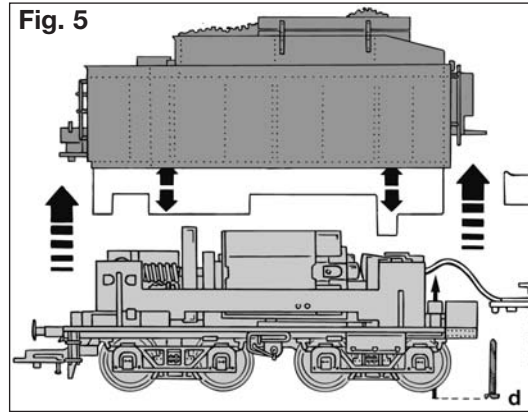
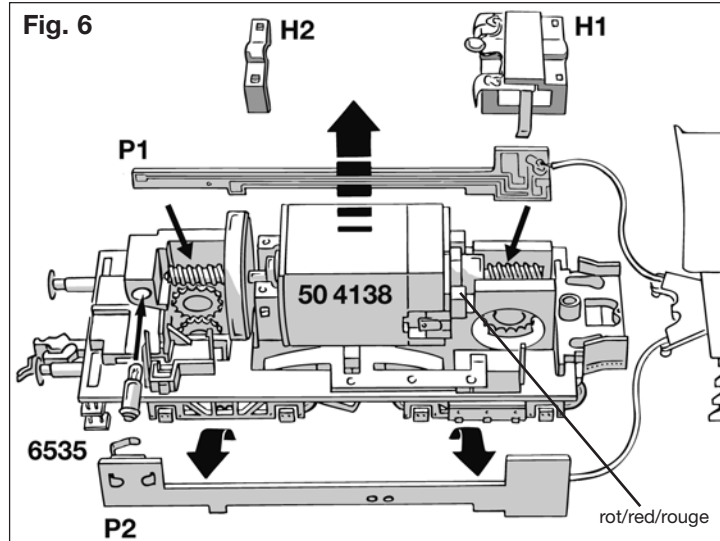

Fig. 5
Fig. 6
**Tender:** Ein Öffnen des Tenders ist nur zum Lampenwechsel, zum Ölen des Getriebes und zum Austausch des Motors erforderlich (Fig. 5/6).
Lampenwechsel im Tender: Schraube **d** lösen, Gehäuse seitlich aufpreizen und nach oben abheben. Beschwerung entfernen (Fig. 5). Kontaktplatte **P2** aus Halterung nehmen. Glühlampe aus der Aufnahme im Fahrgestell nehmen. Ersatzlampe einsetzen. Kontaktplatte **P2** wieder einsetzen und auf sichere Kontaktgabe achten (Fig. 6).
**Motorwechsel:** Kontaktplatten **P1** und **P2** aus Halterungen **H1** und **H2** lösen und nach oben abheben. Motor aus Lagerung nehmen. Ersatzmotor einsetzen. Der Einbau erfolgt in umgekehrter Reihenfolge. Auf richtige Einbaulage des Motors achten. Die rote Motormarkierung muss in Fahrtrichtung **rechts** liegen. Bei Halteklammer **H1** auf sicheren Kontakt zwischen Platine und Motor achten (Fig. 6).
**Changing bulbs (tender):** Opening the tender is only necessary to change bulbs, oil the gear train and to change the motor. Undo screw **d**, spread out of its housing at its side and lift from the tender body (Fig. 5). Remove the weight from the tender body. Take the contact plate **P2** out of its retainers and extract the bulb from its bearing in the loco chassis (Fig. 6). Insert spare bulb. While reinstalling the contact plate **P2** take care of the contacts! **Spare bulb: 6535**
**Changing the Motor (Fig. 6):** Take the contact plates **P1** and **P2** out of their retainers. Gently remove the motor retainer clips **H1** and **H2**. Lift up the motor and take it out (Fig. 7). Reassembly is carried out in inverse order. When installing the new motor, please take care to insert the new motor correctly. The red marking on the motor should lie on the right side of the tender. The motor retainer clip **H1** must form a good contact between the **P1/2 PCB's** and the motor contacts. **Exchange Motor: 50 4138**
**Ouverture de la tender:** Une ouverture du tender est indispensable pour remplacer les lampes, lubrifier le mécanisme et remplacer le moteur. Retirer le vis **d** et retirer la carrosserie en la soulevant (Fig. 5). Enlever le lest. Démontez la platine de contact **P2** de son support. Enlever la lampe et la remplacer. Remonter la platine de contact **P2** et s'assurer du bon contact électrique (Fig. 6).
**Remplacement du moteur:** Sortir les platines de contact **P1** et **P2** de leur support. Libérer les clames de maintien **H1** et **H2** les soulever. Retirer le moteur vers le haut (Fig. 6). Au remontage (s'effectue en de façon inverse) veiller à ce que le moteur pose correctement dans le logement. Tenir compte du marquage rouge/noir sur le moteur. Assurer une bonne contact électrique de la clame **H1**. **Moteur de rechange: 50 4138** **Changement des attelages:** Attelage à emboîtement d'autres marques: **6511** · **FLEISCHMANN-PROFI** Attelages à emboîtement: **6515**. 1. Retirer dans le sens de la flèche. · 2. Remplacer le nouvel attelage jusqu'à enclancheent de la butée.